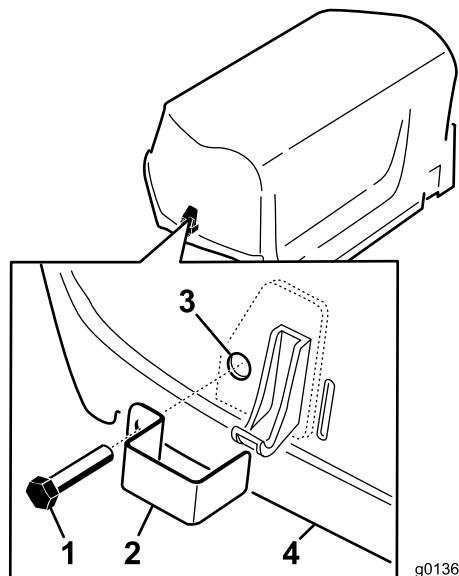

Figura 7
1. Montate un dispositivo di chiusura sui fermi del cofano di sinistra e destra con un bullone senza dado (2 in totale) (Figura 7).
- Utilizzando delle pinze o una chiave regolabile, avvitare la rondella di bloccaggio interna su ciascun bullone (da 1 a 2 filettature) per fissare i bulloni (Figura 7).